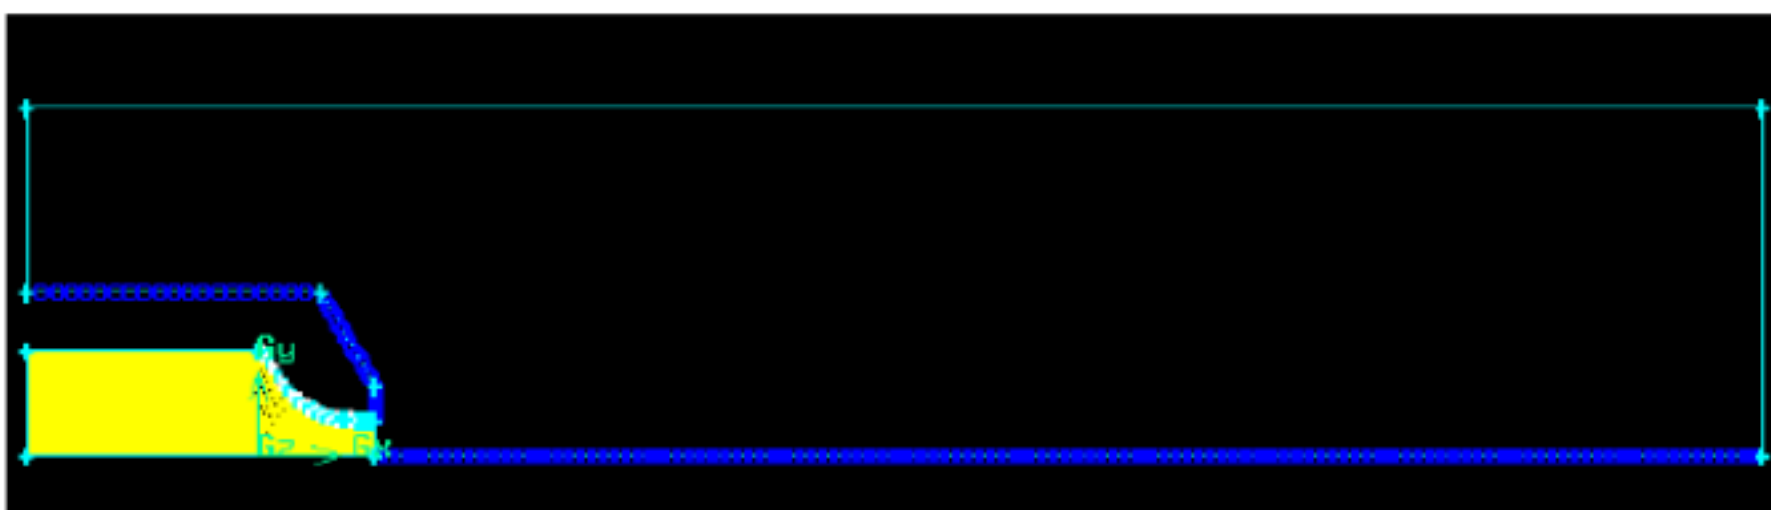

图 7
2. 喷嘴外部的面 ( face2 ), 定义轴线上网格点为 240 个。定义喷嘴外轮廓线的网格点数 ( 见图 7 )